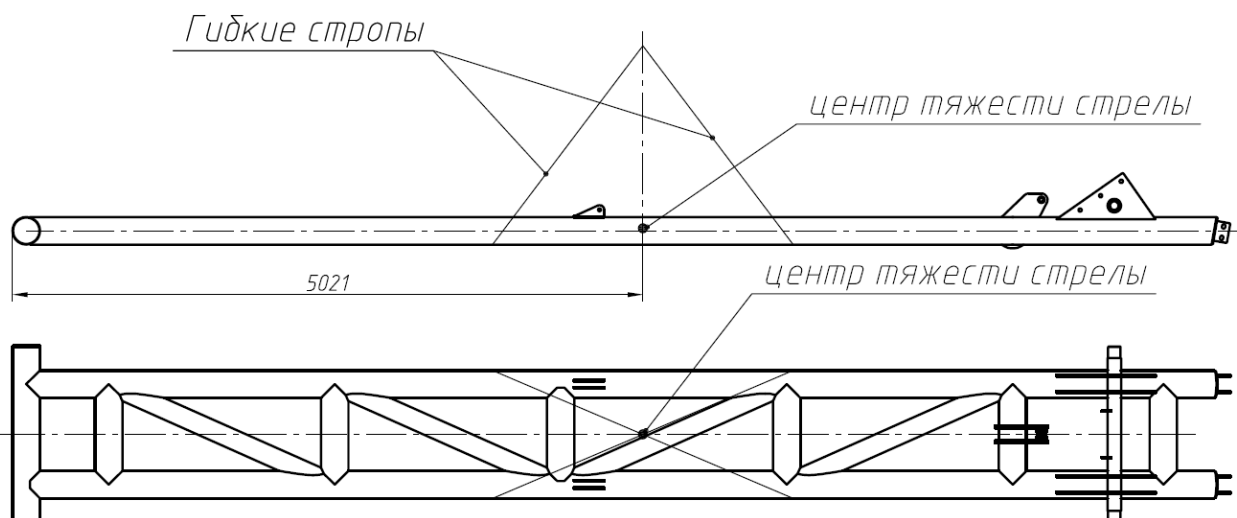
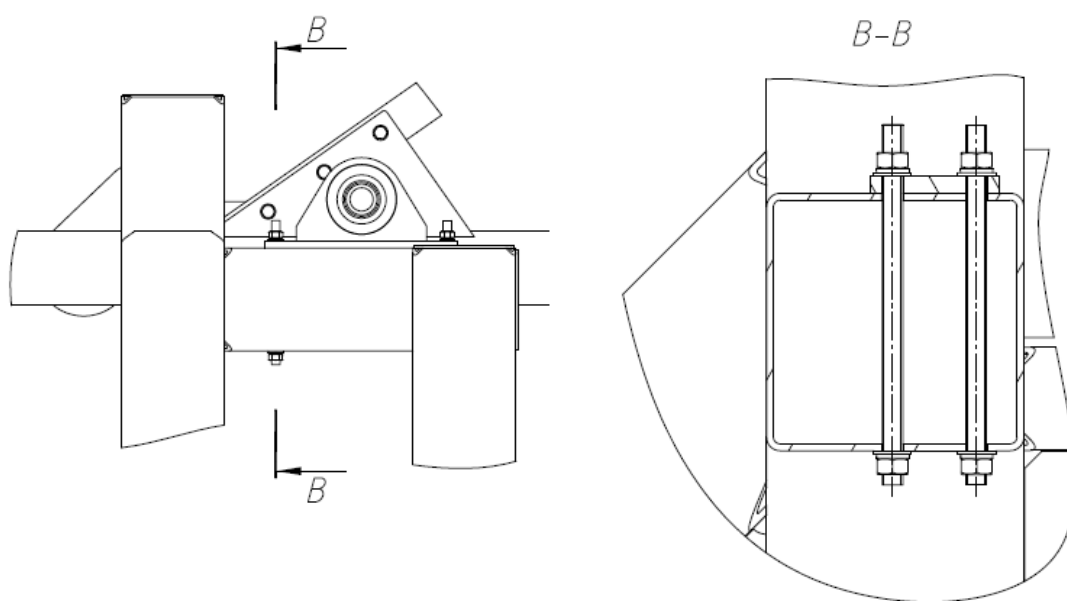

рис.5.2
рис.6
4.2.6 Установить на тумбу стрелу (рис. 5.2). Схема зачаливания стрелы показана на рисунке 5.2. Закрепить подшипниковые опоры на тумбе с помощью поставляемых шпилек М24х420мм (рис.6).